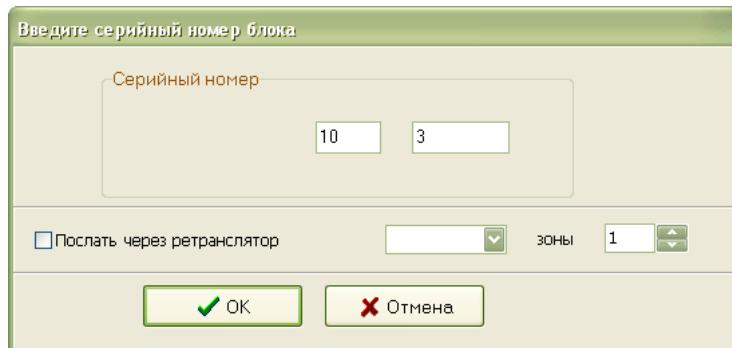

Рисунок 38 - Ввод серийного номера
1) Для смены серийного номера БРК-К следует выбрать в окне «Доступные счетчики» требуемый блок и в контекстном меню выбрать пункт «Изменить номер счетчика». Откроется окно ввода серийного номера (рисунок 38).